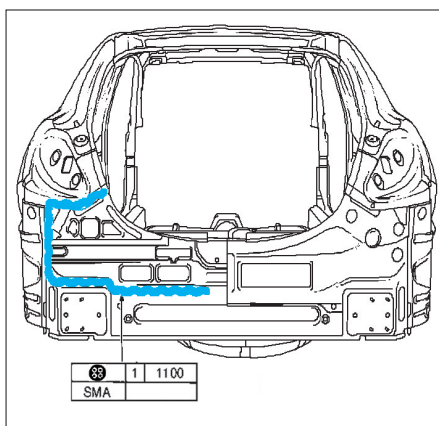

FIG. 115
- Encoller le joint de l'élément partiel du panneau arrière extérieur sur le panneau intérieur (fig. 115).